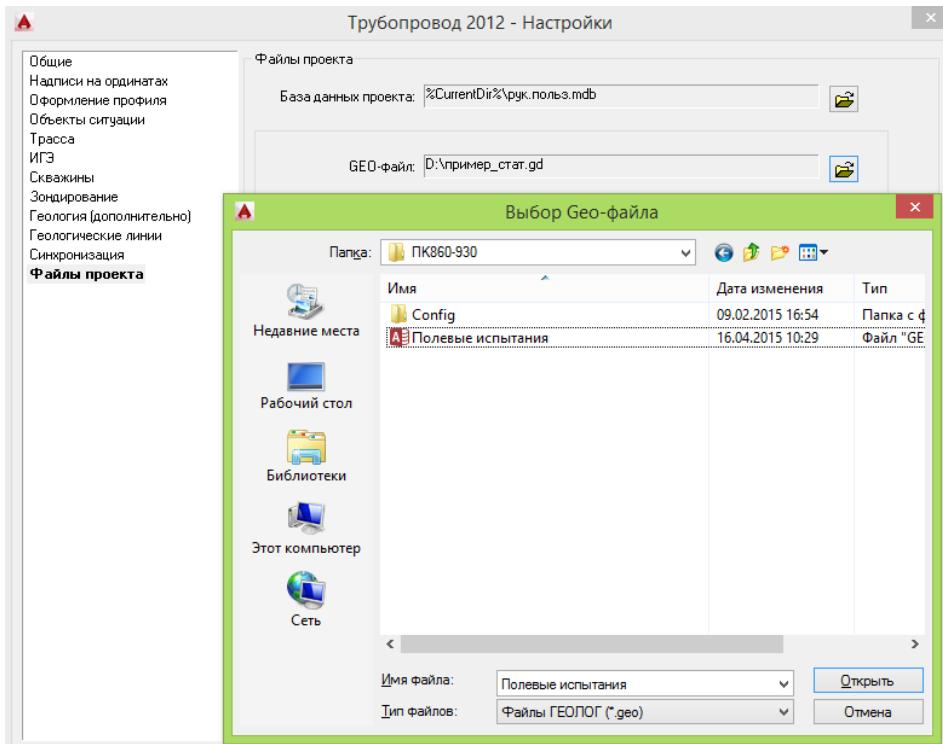

Рис. 11. Подключение Geo-файла к проекту.
3. Нажать кнопку выбора файла геологических данных и указать нужный Geo-файл (см. Рис. 11).